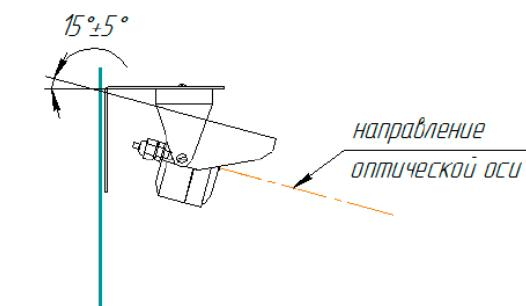

Рисунок 3 – Положение извещателя при монтаже относительно горизонта.
- Расположение и нацеливание извещателя должно быть произведено с учетом чувствительности и угла обзора извещателя на наиболее вероятный источник возгорания. Для обеспечения заданного угла обзора сдвиг козырька на корпусе не предусматривается, при эксплуатации козырек должен быть задвинут до упора (штатное положение). Диаграмма чувствительности извещателя приведена на рисунке 2. Помимо этого для предотвращения скопления влаги на извещателе его ориентация относительно горизонта должна быть не менее 10 градусов по направлению к земле (рисунок 3).